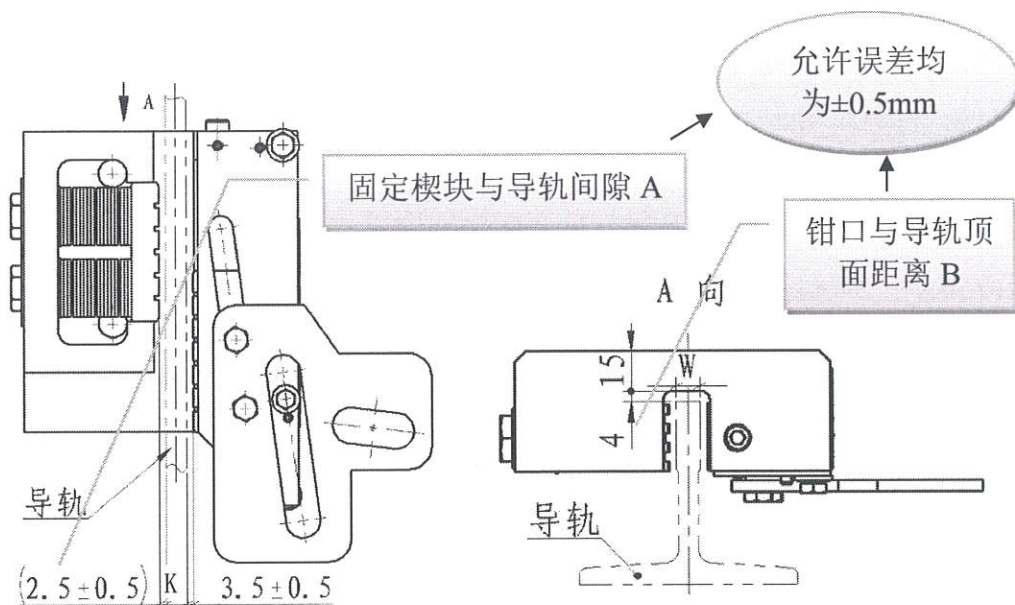

图 4 安全钳与导轨间隙
- (1) 调整安全钳左右位置，使固定楔块与导轨的间隙 A 接近 2.5mm，如图 4 所示；
(2) 调整安全钳前后位置, 使钳口距导轨顶面距离 B 接近 4mm, 如图 4 所示;